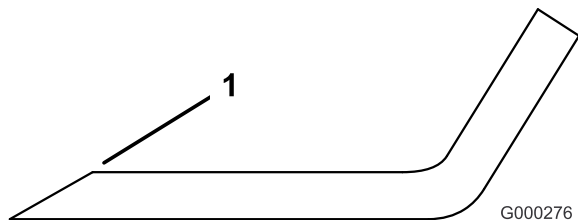

Figura 73
1. Affilate i taglienti da entrambe le estremità della lama con una lima (Figura 73). Rispettate l'angolazione originale. La lama conserva il proprio equilibrio soltanto se viene rimossa una quantità uguale di materiale da entrambi i taglienti.